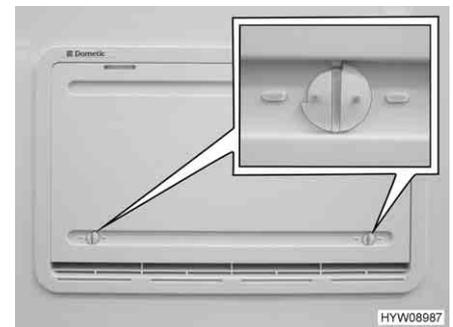

Fig. 63 Cubierta de invierno
La cubierta de invierno (Fig. 63) protege el grupo de refrigeración de aire frío. Colocar cubiertas de invierno delante de ambas rejillas de ventilación si la temperatura exterior cae por debajo de +10 °C (tanto en caso de funcionamiento a gas como en caso de funcionamiento con electricidad).
- Abrir ambos bloqueos (Fig. 63) (la ranura está en posición horizontal).